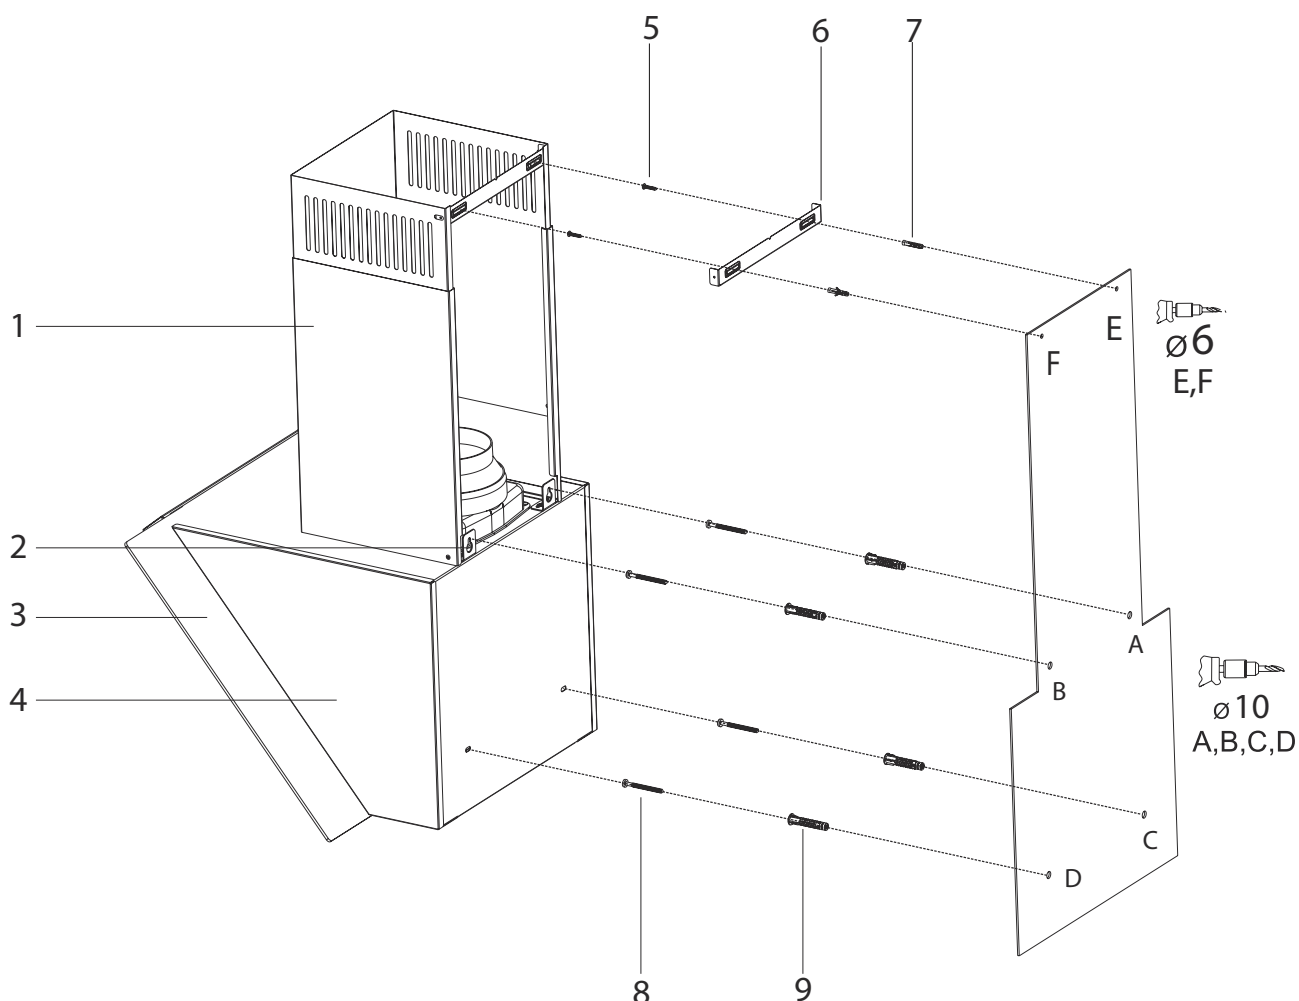

Fig. 11
- Brug monteringskabelon for installation af emhætte (Fig. 11/9).
- Placere monteringskabelonen på væggen alt efter ønskede højde af emhætten i forhold til kogepladen (følg vores anbefalinger mht højde). Markerer A, B, C og D punkterne (Fig. 11).
- På punkterne A, B, C og D bores og indsættes Ø10mm rawplugs. Skru derefter 2 x 5,5x60 i A + B-punkterne med en afstand af 5mm mellem væggen og skruhovedet (Fig. 11).
- Montere ophængingsbeslagene på emhættens top med 2 x M5x35 skruer (Fig. 11/2).
- Stram skruerne A + B på væggen og fastmonter nu endeligt skruerne på punkterne D, C. (Fig. 11).
- Vægbeslaget til skorstenen (6) holdes hen mod væggen der hvor den skal placeres. Herefter markeres punkterne E & F (Fig. 11).
- Bor punkter E og F med Ø 6 mm bor, og sæt Ø 6 mm rawl-plugs. Monter vægbeslaget til skorstenen med 3,9x22 skruer (Fig. 11).